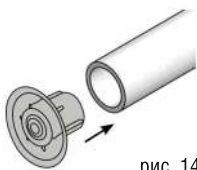

рис. 14
2. Вставить в нижнюю трубку заглушки с обеих сторон (рис.14).